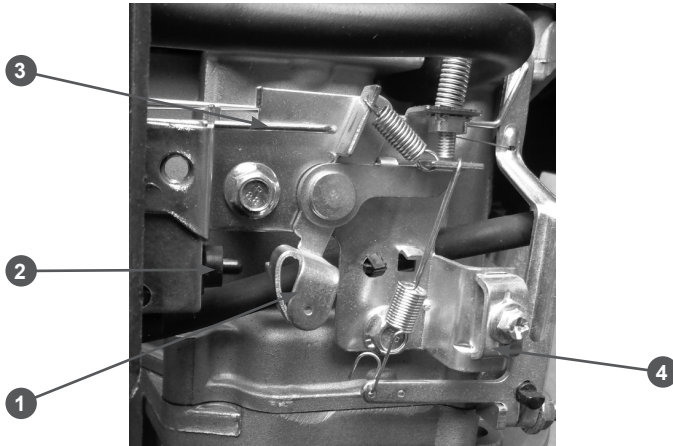

Рис. 3 Панель управления
1. Открутите болт скобы крепления троса газа и снимите скобу крепления троса газа (Рис. 3 п. 4).
при переводе рычага управления на панели управления двигателя (Рис. 3 п. 1) нажимает на тягу управления воздушной заслонкой (Рис. 3 п. 3). При этом полностью закрывается воздушная заслонка карбюратора.
при переводе рычага газа в это положение рычаг управления на панели управления двигателя (Рис. 3 п. 1) не должен нажимать на тягу управления воздушной заслонкой (Рис. 3 п. 3). При этом двигатель работает на максимальных оборотах.
при переводе рычага газа в это положение рычаг управления на панели управления двигателя (Рис. 3 п. 1) нажимает на кнопку выключателя зажигания (Рис. 3 п. 2). Двигатель при этом останавлива-